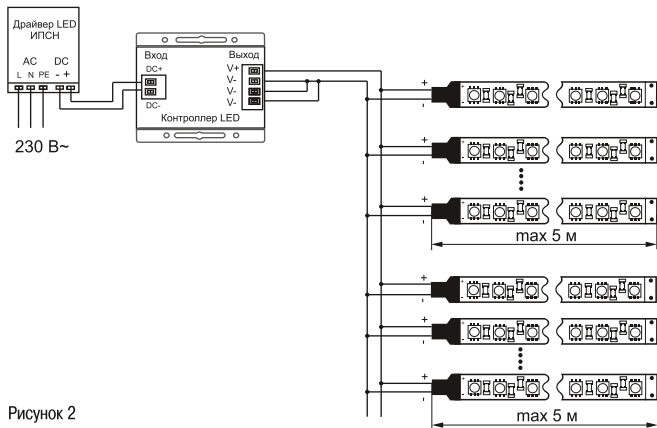

Рисунок 2
5.6.3 Подключение белой или цветной ленты производить согласно маркировке на ленте к разъёмам «Выход» трёхканального контроллера "V"+; "V"-, согласно полярности, при этом выходные каналы соединить вместе (рисунок 2). При необходимости подключить отдельным проводом дополнительную ленту параллельно к контроллеру.